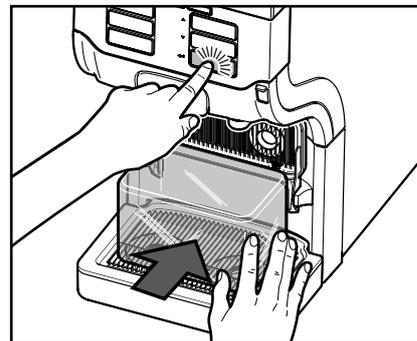

Fig. 47
5. Coloque o colector por baixo das duas saídas de produtos e prima a tecla Enter . (Fig. 47)